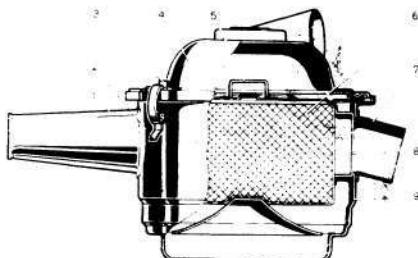

Рис. 36. Дополнительный воздушный фильтр:
- откиньте рычагами 2 (рис. 36) пружинные защелки 3 и снимите крышку 4 фильтра;